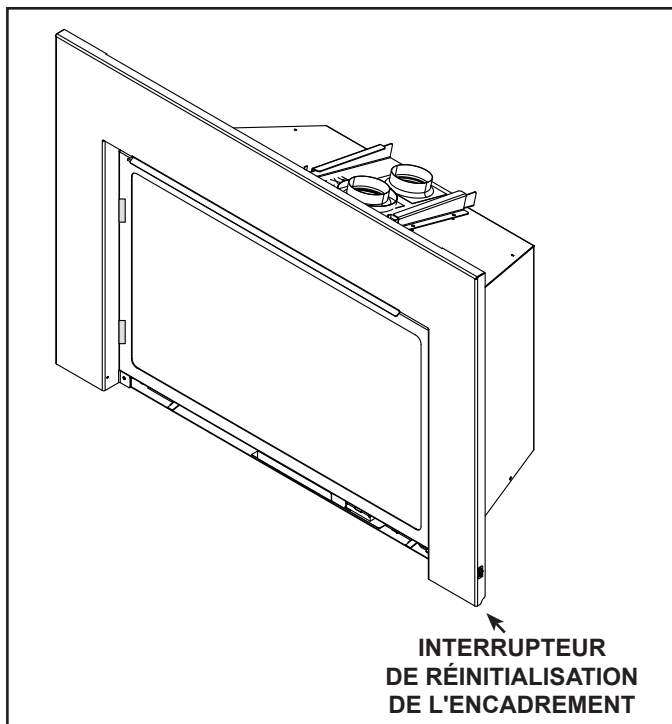

Figure 3.9 Interrupteur de réinitialisation de l'encadrement
2. Réglez l'interrupteur de réinitialisation de l'encadrement sur la position « OFF ». Voir la figure 3.9. Assurez-vous que l'interrupteur du module d'allumage n'est **PAS** sur la position « ON ».
- Réglez l'interrupteur de réinitialisation de l'encadrement sur la position « ON ». Voir la figure 3.9. Assurez-vous que l'interrupteur du module d'allumage est en position « REMOTE ».
- Réglez l'interrupteur de réinitialisation de l'encadrement sur la position « ON ». Voir la figure 3.9.
- Réglez l'interrupteur de réinitialisation de l'encadrement sur la position « OFF ». Voir la figure 3.9.
- Réglez l'interrupteur de réinitialisation de l'appareil sur la position « OFF ». Voir la figure 3.9 pour l'emplacement de l'interrupteur de réinitialisation.
- Attendez cinq (5) minutes pour permettre aux possibles gaz de se dissiper.